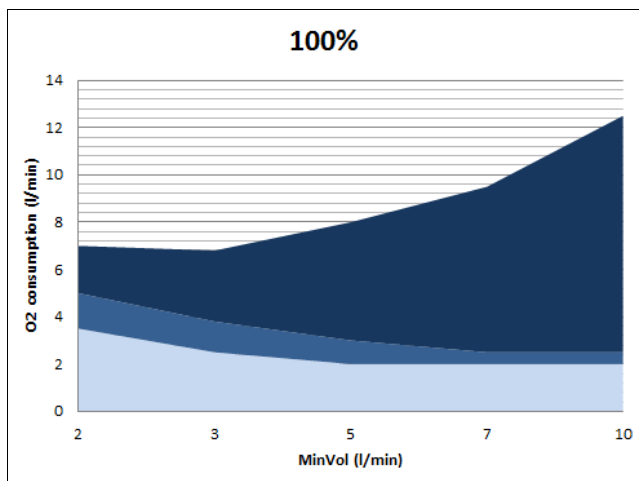

图 2-23. 氧浓度设置为 100% 时，分钟通气量与耗氧量的函数
- 图 2-23 显示氧浓度设置为 **100%** 时的数值。